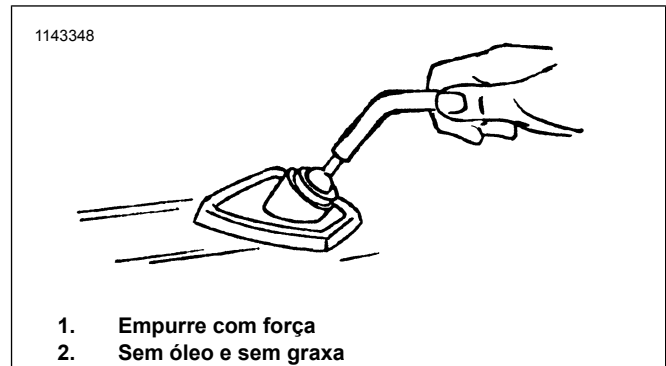

Figura 1. Pinos verticais no para-brisa
1. Veja a figura 1. Apoie o para-brisa sobre uma superfície não abrasiva e encaixe um pino vertical em cada soquete. NÃO USE ÓLEO, GRAXA NEM SILICONE. Use água ou saliva como lubrificante.